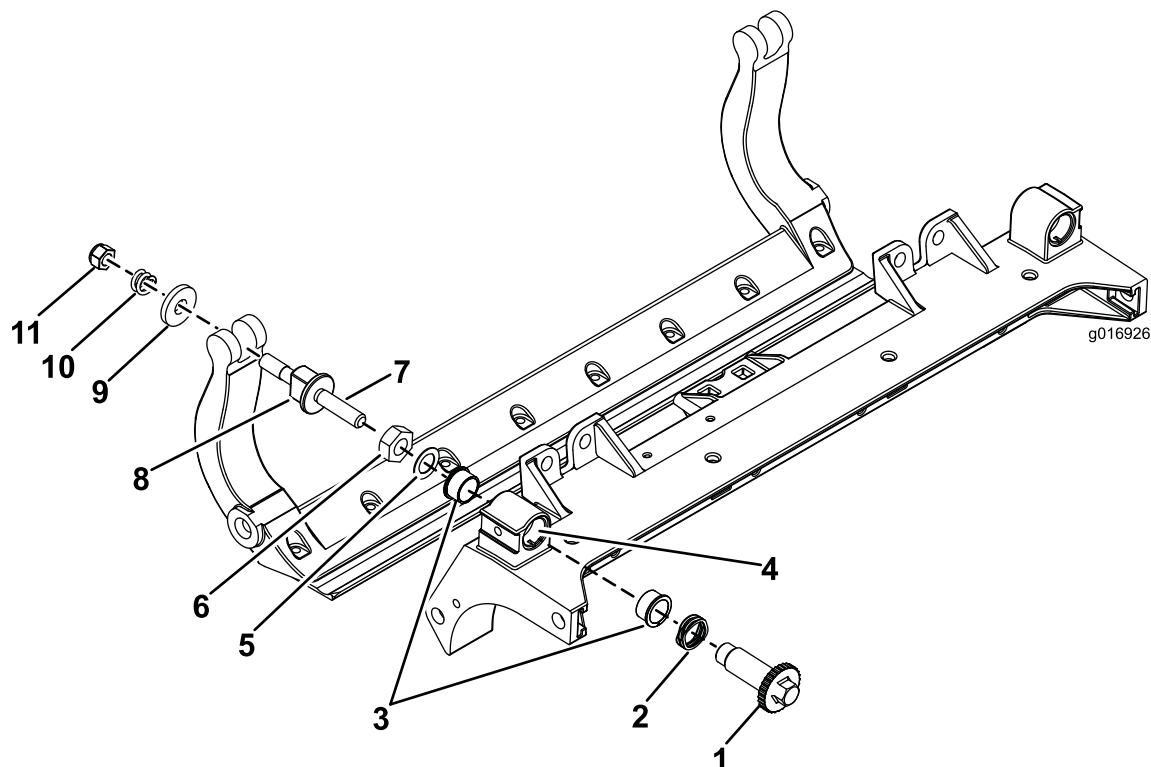

図 28
1. 全部のパーツを取り外すHD DPA キットの 取り付け要領書および図 28を参照。
2. カuttingユニットのセンターフレームのブッシュ挿入場所にネバーシーズを塗布する 図 28。
3. フランジブッシュのキーとフレームのキー溝を揃えて、ブッシュを挿入する 図 28。
4. アジャスタシャフトにウェーブワッシャを通し、アジャスタシャフトをCuttingユニットのフレームのフランジブッシュに通す 図 28。
5. 平ワッシャとロックナットでアジャスタシャフトを固定する 図 28。
12. その外側からスチール製ワッシャを取り付ける 図 28。
注 内側のワッシャには遊びがあつてよい 図 28。
15. 各ベッドバーアジャスタ・アセンブリを締め付けて圧縮スプリングを完全に圧縮し、そこから1/2回転だけ戻す 図 28。